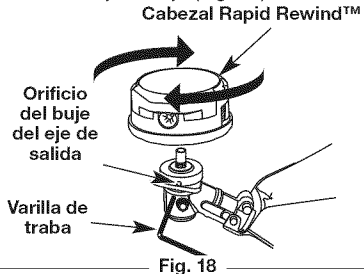

Fig. 18
1. Alinee el orificio del buje del eje con la ranura de la varilla de traba e inserte la varilla de traba en el orificio del buje del eje (Fig. 18).